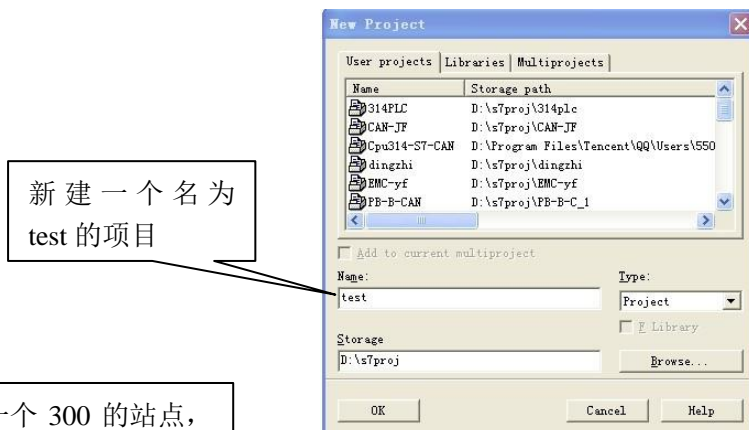

图 5-10
1、在 STEP7 中新建一个项目，取名 test。如图 5-10、5-11 所示。